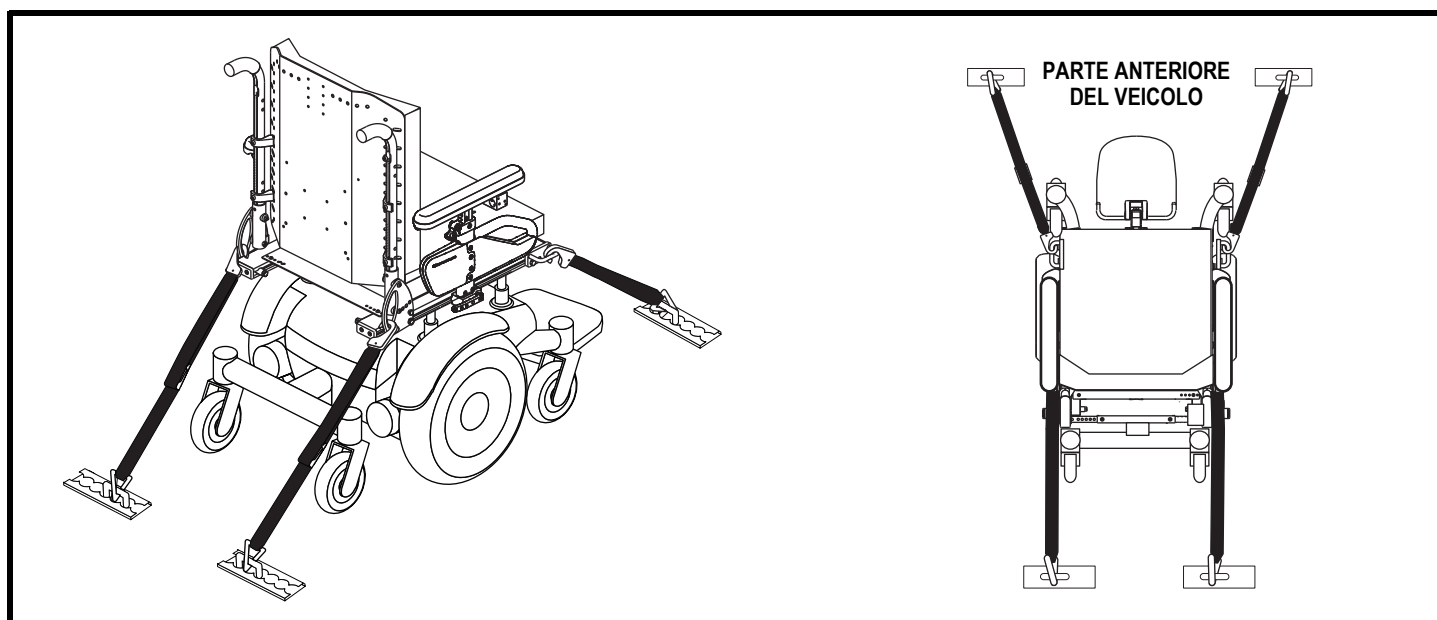

Figura 10. Punti di fissaggio del sistema senza passeggero
- Posizionare i punti di ancoraggio per le fascette posteriori dietro i punti di fissaggio posteriori della Carrozzina. Le fascette di fissaggio anteriori devono ancorarsi a punti del pavimento a distanza maggiore della larghezza della Carrozzina per fornire una maggiore stabilità laterale. **Vedere figura 10.**